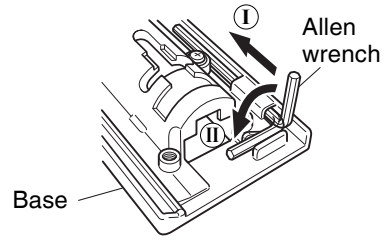

Fig. 15
- Es posible alojar la llave allen en la base (consulte la Fig. 15).